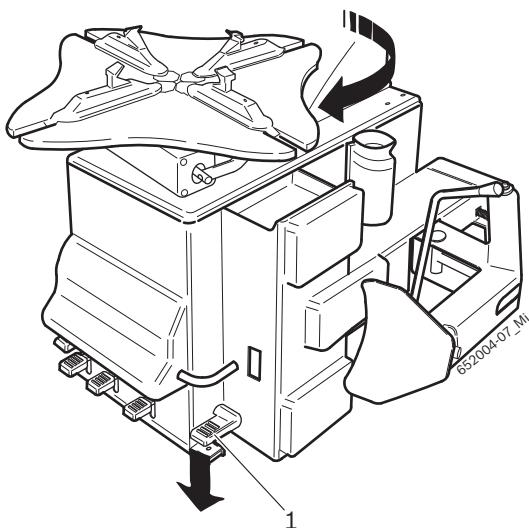

Fig. 2: Controle van de rotatierichting
Voor de reguliere werking van de TCE 4335 is het van fundamenteel belang dat, wanneer het in Fig. 2 (1) aangegeven pedaal is ingedrukt, de opspanflens in rechtsomdraaiende richting draait.